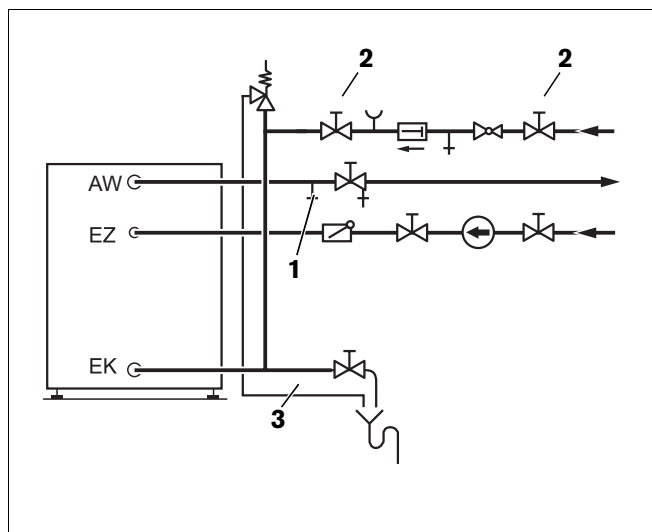

Fig. 9 Installation selon DIN 1988 (schéma de principe)
- Pour purger le préparateur, ouvrir la vanne d'aération et de purge (fig. 9, **pos. 1**) ou le robinet situé au point le plus élevé.
- Ouvrir la vanne d'arrêt d'entrée d'eau froide EK (fig. 9, **pos. 2**) pour remplir le préparateur.
- Avant la mise en température, vérifier si la chaudière, le préparateur et les conduites sont remplies d'eau. Pour cela, ouvrir le robinet de remplissage et de vidange (fig. 9, **pos. 1**).
- Laissez la conduite de la soupape de sécurité (fig. 9, page 14) toujours ouverte.
- que la conduite de la soupape de sécurité (fig. 9, page 14) doit toujours rester ouverte.